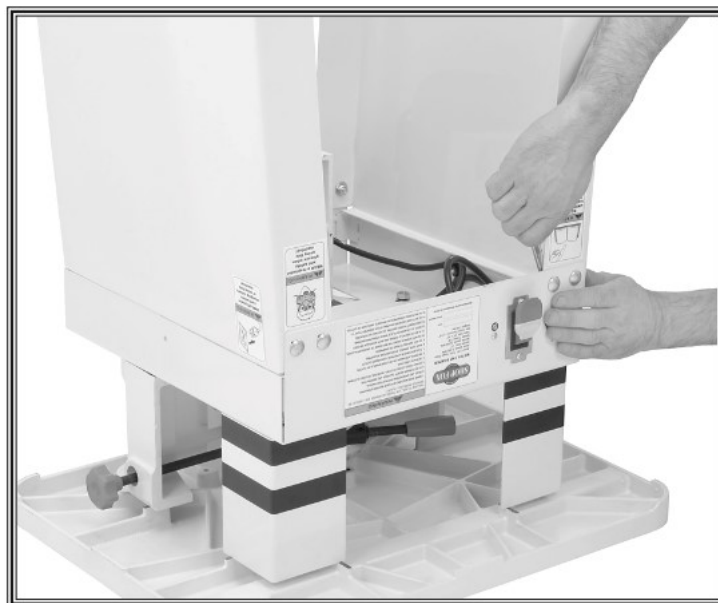

Рис. 5 Установка стойки на станок
3. Положите перевернутый стол станка на два прочных блока, находящихся по крайней мере на 9 мм (3/8") от пола, как показано на Рис. 5.
4. Установите стойку на станок и закрепите ее с помощью болтов 8 мм, шайб 9 мм (3/8") и шестигранных гаек 8 мм, как показано на Рис. 5.